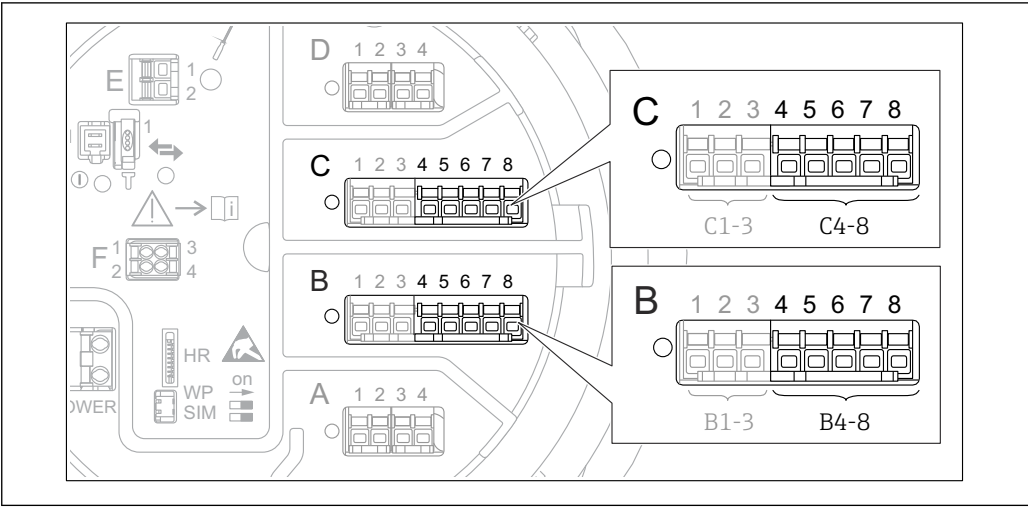

图 33 已连接 RTD 的模拟量输入/输出模块的可能安装位置。设备的订货号确定当前使用的模块 → 图 21。
i 连接 HART 设备至 Micropilot NMR8x 前，必须进行设置并通过用户界面为其分配范围为 1...15 的唯一 HART 地址。³⁾确保按照接线端子分配进行连接→ 图 33。Micropilot 无法识别地址超过 15 的设备。
1. 确保按照接线端子分配连接 4...20 mA 设备 → 图 33。